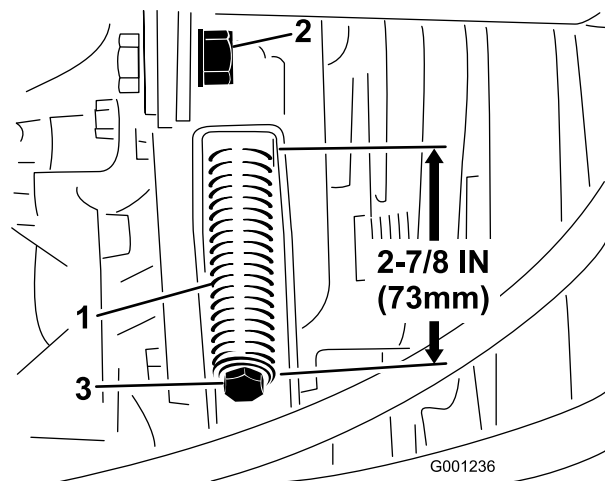

Figura 73
3. Allentate il controdado dell'asta tendicinghia (Figura 73).
4. Stringete o allentate la molla tendicinghia (Figura 73) utilizzando una chiave da 1/2" (13 mm). Regolate la lunghezza della molla a 73 mm.
4. Allentate completamente la molla tendicinghia (Figura 73) utilizzando una chiave da 1/2" (13 mm).
6. Montate la nuova cinghia della PDF e tensionate la molla della puleggia a 73 mm di lunghezza (Figura 73).
7. Serrate il controdado (Figura 73) e chiudete il cofano.